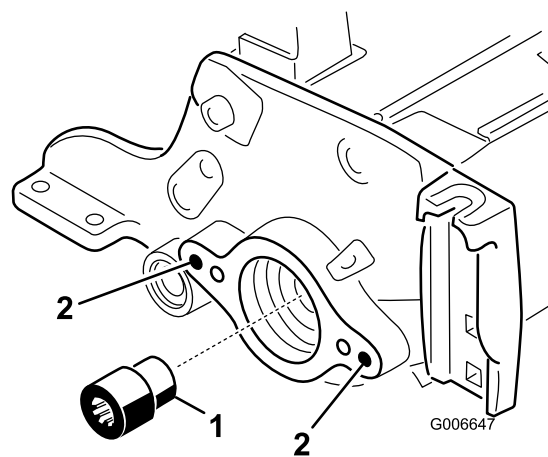

Figura 22
19. Utilizando o utensílio do veio de transmissão do cilindro, retire o adaptador ranhurado da extremidade do motor do eixo do cilindro (Figura 22). Utilize o utensílio do veio de transmissão do cilindro peça n.º TOR4112 nos modelos 03665 e 03666 e o utensílio do veio de transmissão do cilindro peça n.º TOR4074 nos modelos 03685 e 03686. Limpe toda a massa lubrificante do orifício roscado, onde estava o adaptador ranhurado.
20. Instale o novo adaptador ranhurado (mais longo) no eixo do cilindro (Figura 22). Antes da instalação, aplique Loctite azul nas roscas do adaptador. Aperte com 85-95 ft-lb (115,2–128,8 Nm).